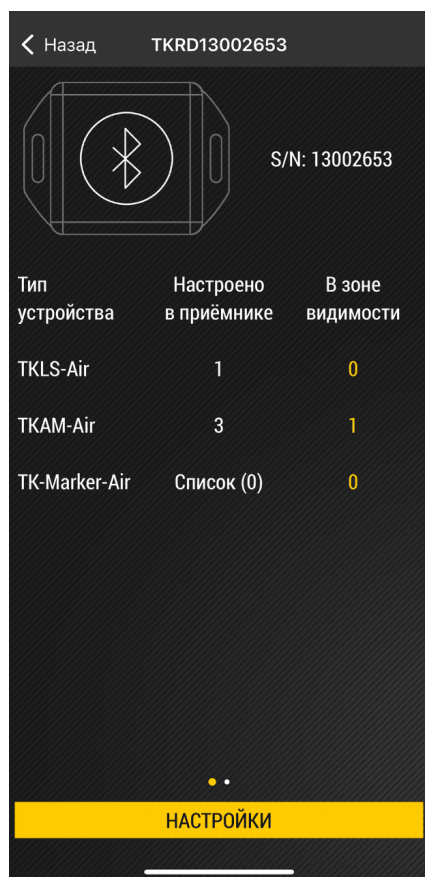
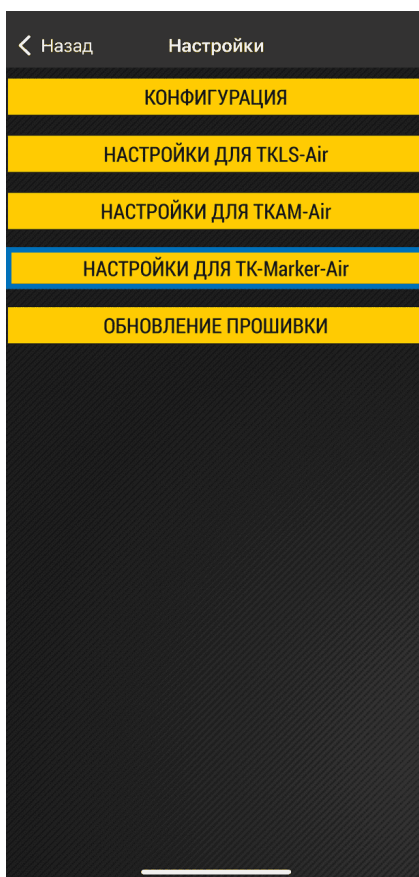
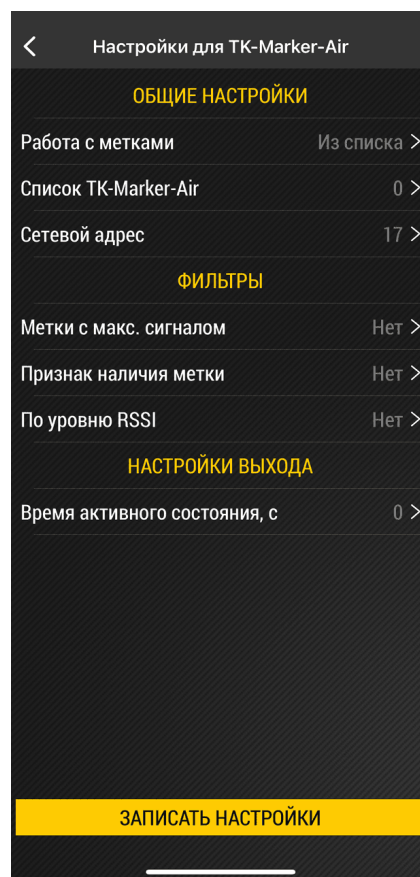

Рис.21. Рабочий экран
Рис.22. Выбор настроек для устройств
Рис.23. Настройка TK-Marker-Air
1. На рабочем экране устройства нажмите **«Настройки»** (Рис.21), далее **«Настройки для TK-Marker-Air»** (Рис.22). Откроется экран с настройками (Рис.23).
9. По окончании настроек нажмите кнопку «Записать настройки» (Рис.23).